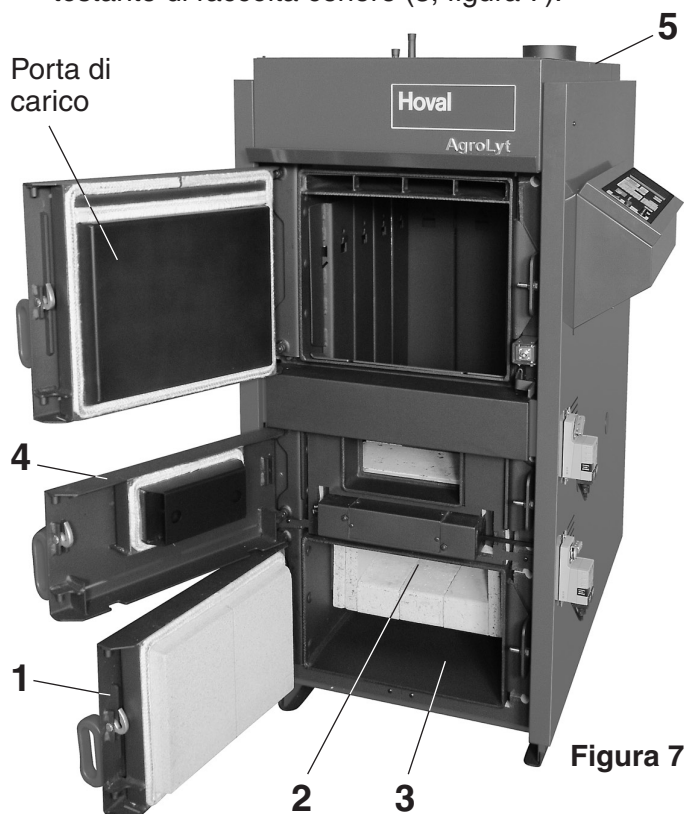
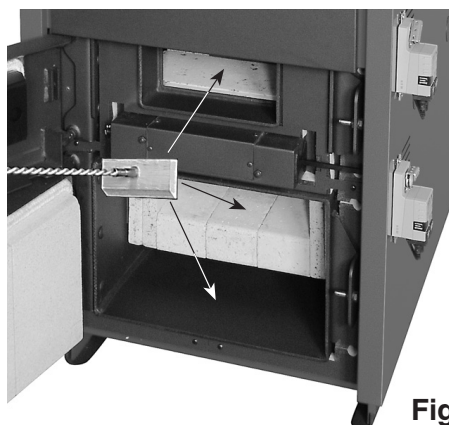

Figura 7
Figura 7a
1. Aprire la porta della camera di combustione (1, figura 7). Con il raschietto di legno togliere la cenere volatile (residui) dalla camera di combustione a movimento vorticoso (2, figura 7) e dal vano sottostante di raccolta cenere (3, figura 7).
2. Aprire la porta di accensione (4, figura 7). Con il raschietto di legno (Figura 7a) liberare la griglia e le aperture disposte lateralmente nel rivestimento della camera di caricamento. Lo strato di cenere sul fondo del vano di caricamento non deve superare 2-3 cm.
1.1 Aprire l'apertura di pulizia (5, figura 7) verso il collettore dei gas di scarico e pulire con una spazzola la superficie termolitica riscaldante d'intervento successivo. Togliere o aspirare polvere e nerofumo dal collettore dei gas di scarico (Figura 7b). Per AgroLyt® (20) e (50) dapprima estrarre il regolatore e inserirlo nuovamente al centro dopo la pulizia.